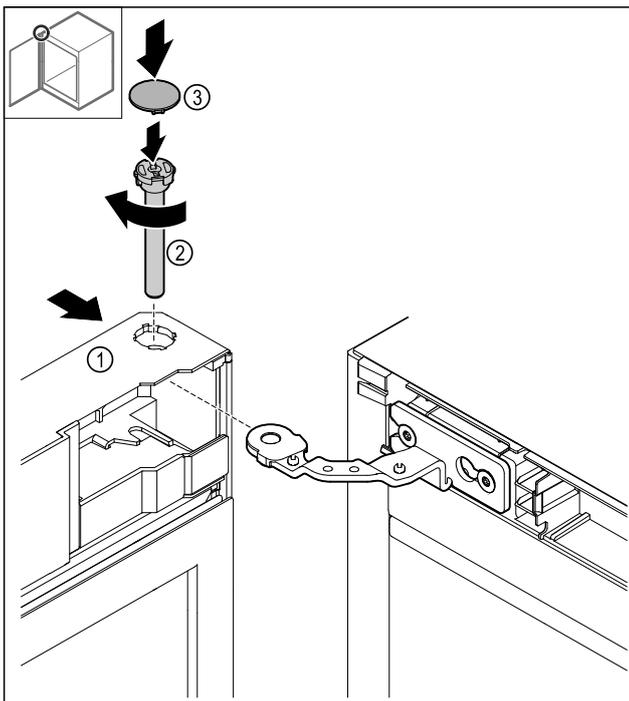

Fig. 51
- ▶ Uzbīdiat durvis Fig. 51 (1) augšā uz eņģes.
- ▶ Iespraidiet tapu Fig. 51 (2) un pievelciet to, griežot pulksteņrādītāja kustības virzienā.
- ▶ Uzlieciet pārsegu Fig. 51 (4).